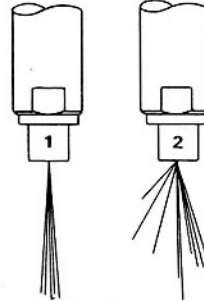

Fig. D 1
b) La forme du jet (fig. D 1) : 1. bon fonctionnement ; 2. mauvais fonctionnement.